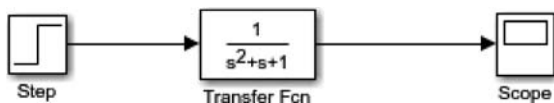
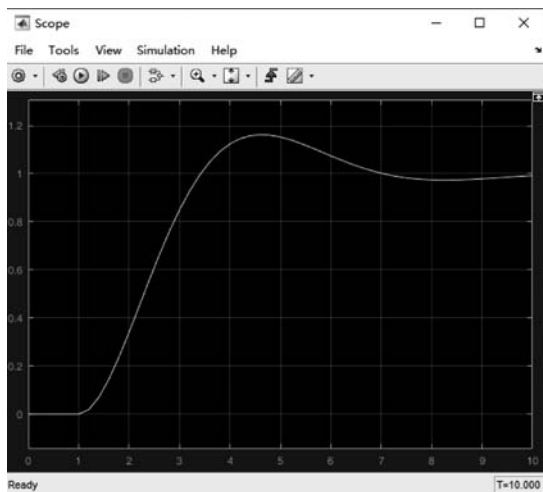

图 3-13 二阶系统的仿真模型
图 3-14 二阶系统的响应曲线
(8) 最终生成的仿真模型如图 3-13 所示。然后就可以进行仿真了,单击 untitled 模型窗口中开始仿真图标 ,或者选择菜单 Simulink→Start 命令,则仿真开始。双击 Scope 模块,出现示波器显示屏,可以看到黄色的二阶系统的响应曲线如图 3-14 所示。